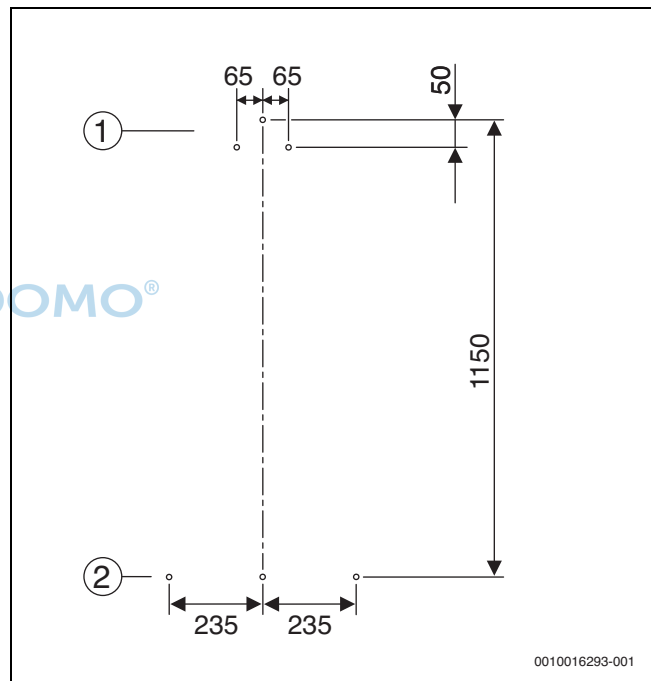

Bild 12 Maße für Bohrlöcher
- Bohrlöcher nach Bild 12 an Decke anzeichnen.